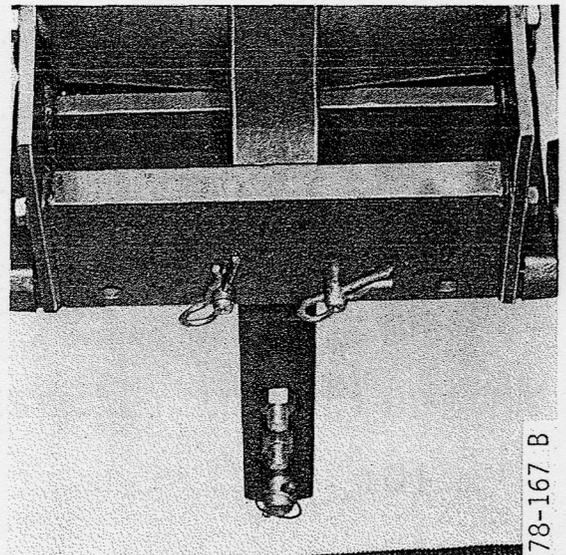

Fig. 40
- Déport (Fig. 40) - Déposer les épingles et retirer les axes de positionnement.